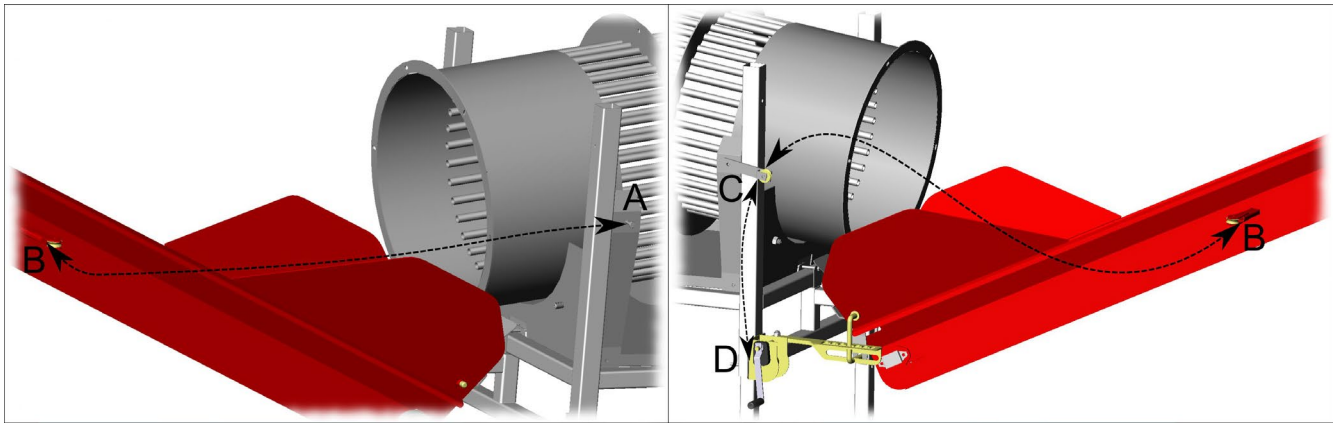

Bild 5.
- ❑ Fäst vajerns ögla i skruvarna A (bild 5).
- ❑ Trä vajern genom transportören genom rör B bakom rullarna bild 5).
- ❑ För vajern till vinschen D (bild 5) genom att trä den genom rulle C (bild 5).